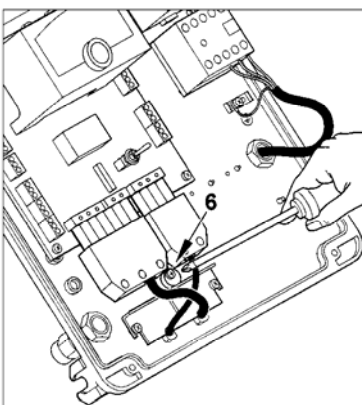

Рис. 3
- 3) Установите прижимную планку как показано на рис. 3. Поверните эксцентрик 6 таким образом, чтобы прижимная планка оказывала существенное давление на два кабеля, затем закрутите винты, фиксирующие прижимную планку. И, наконец, подключите 4-контактный и 7-контактный разъемы.